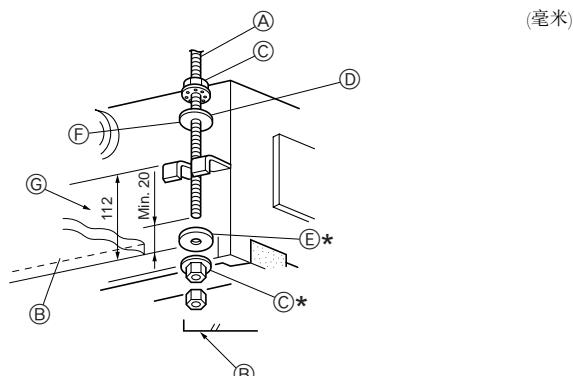
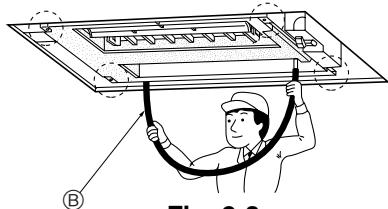

Fig. 2-7
Fig. 2-8
- 事先将垫圈①②(提供的)和螺母(在当地购买的)拧到挂环螺栓上。(Fig. 2-7)
- \* 按以下顺序完成此步骤(从顶部开始):螺母、绝缘垫圈②、非绝缘垫圈①和两个螺母。
- \* 如图所示,使绝缘面向下放置绝缘垫圈②。
- 将室内机组安装到位,并使其正好与挂环螺栓对齐。将支架安装到已经事先安装的垫圈①和垫圈②之间,并固定。在四个位置进行相同的步骤。
- (A) 挂环螺栓(3/8"或M10)
- (B) 天花板表面
- (C) 螺母(3/8"或M10)
- (D) 垫圈②(带绝缘片)
- (E) 垫圈①
- (F) (使绝缘面向下安装)
- (G) 测量到支架的顶面
- 使用酒精水准器或装有水的透明塑料管子检查四角是否处于水平位置。(Fig. 2-8)